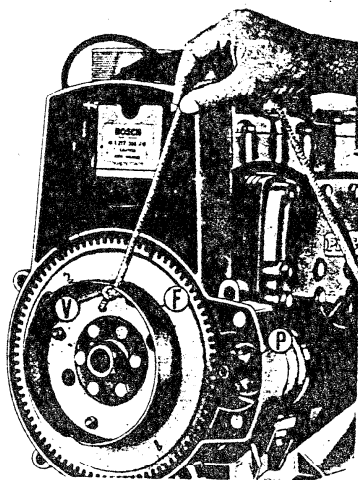

Fig. 14
b) - Insérer le noeud de la corde « H » dans la gorge de la poulie « F », fig. 14 et l'enrouler dans le sens des aiguilles d'une montre.
— Vérifier la position correcte des capuchons en caoutchouc du bloc électronique (connecteur et câbles H.T.) et des bougies (voir fig. 14 et 16).
Arbre du démarreur: de temps à autre lubrifier avec des gouttes d'huile ESSOLUBE 30 MS (ou Aquaglide Esso; Esso 2-T Motor Oil; Shell Golden Motor Oil; Shell X-100 2-T; Total 2-T) et tourner à la main l'engrenage à roue libre « P » (fig. 14).